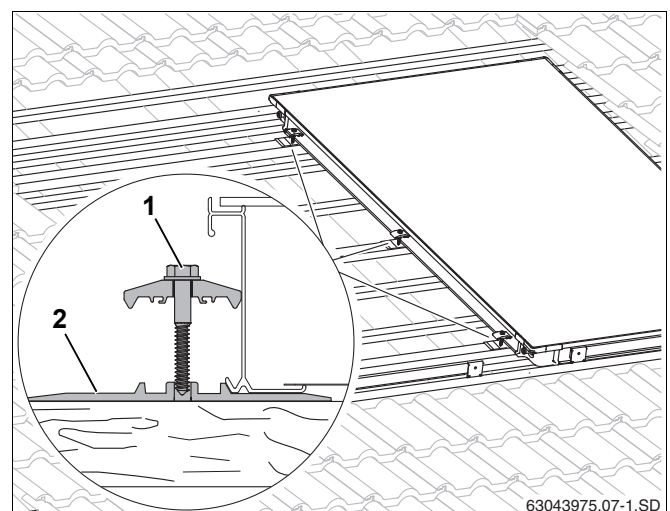

Рис. 26 Двухсторонний прижим на первом коллекторе
- ▶ Слегка приподнимите коллектор и сдвиньте под него подкладные пластины (рис. 26, поз. 2) с двухсторонним прижимом на 2-й и 3-ей дополнительной рейке, а также в середине коллектора на имеющейся рейке так, чтобы выступ уперся внизу в край коллектора.
- ▶ Для винта (рис. 26, поз. 1) нужно заранее просверлить отверстие сверлом 4 мм. Для разметки используйте насечки на подкладных пластинах.